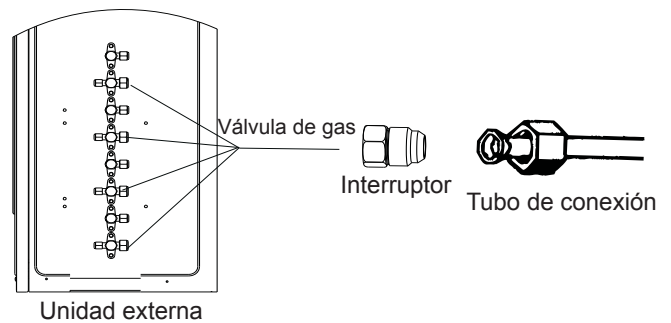

Fig. 12
4) Vea la Fig.12 para conectar la tubería.